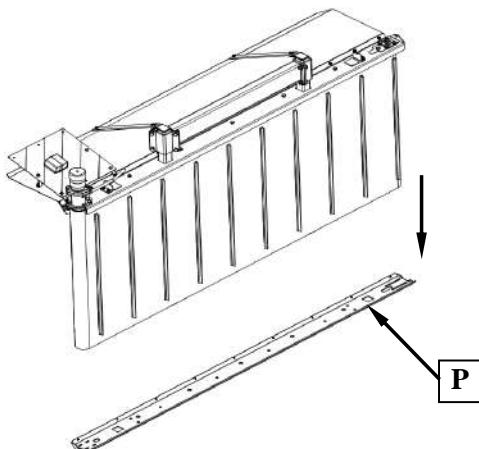
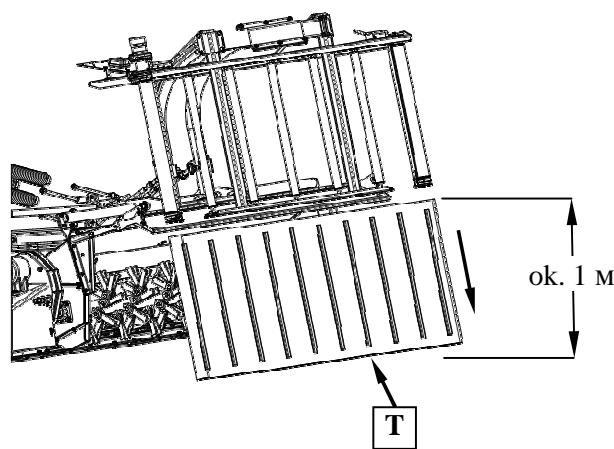

Рис. 44.
Рис. 45.
2. Демонтировать передний пояс в нижней части транспортера **P** (Рис. 44). Стянуть ленту **T** вниз (Рис. 45).